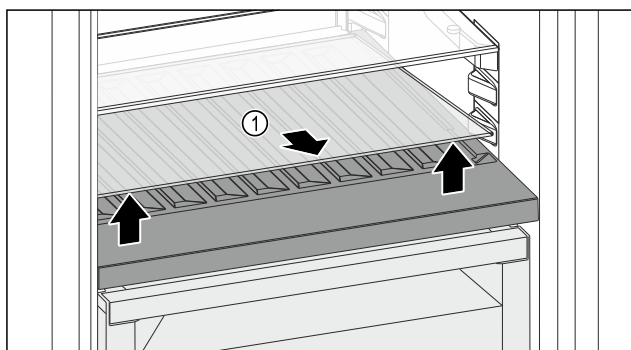

Fig. 183
- Soulever la plaque de verre Fig. 183 (1) au niveau de l'évidement avant et la retirer.
- ▶ Entreposer la plaque de verre *Fig. 183 (1)* dans un endroit sûr hors de l'appareil.
- ▶ Insérer la plaque de verre (2) sous le compartiment à bouteilles amovible.